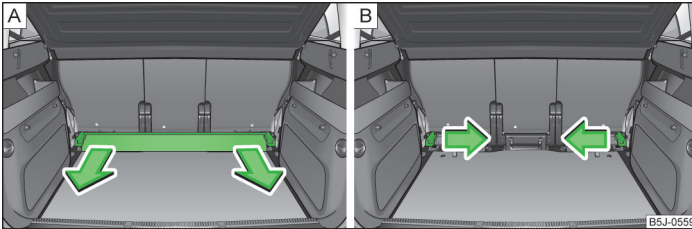

Abb. 52 Gepäckraum: Quertragschiene herausnehmen / Befestigungskeile herausnehmen
- Die Quertragschiene » Abb. 52 - **A** fassen und durch Ziehen in Pfeilrichtung herausnehmen.
- Den Befestigungskeil » Abb. 52 - **B** fassen und durch Ziehen in Pfeilrichtung herausnehmen. Zum Ausbauen des Befestigungskeils auf der anderen Gepäckraumseite auf die gleiche Weise vorgehen.